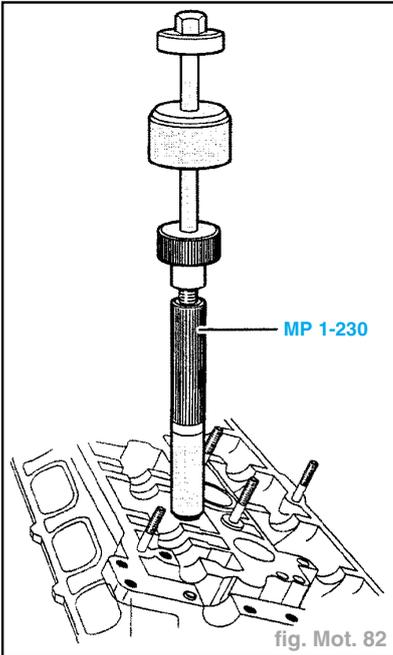

fig. Mot. 82
- Défaire les joints des queues de soupape avec l'extracteur MP 1-230 (fig. Mot. 82).